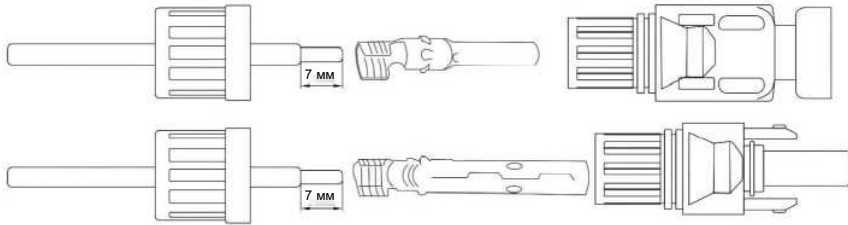

Рис. 2.12. Накідна гайка з'єднувача
1. Видаліть приблизно 7 мм ізоляції на кінці жили кабелю постійного струму і відкрутіть накидну гайку з'єднувача (див. рис. 2.12).